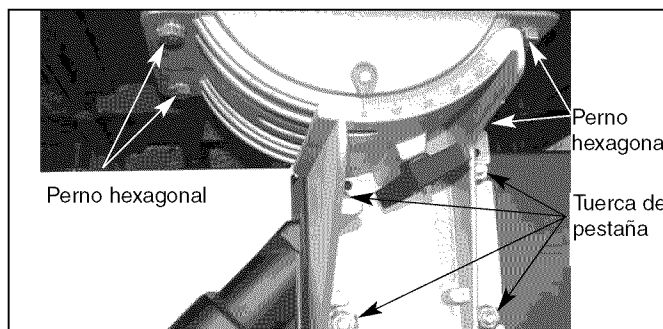

Figura 4 – Pernos Hexagonales para el Muñón
- Afloje los cuatro pernos hexagonales que fijan la mesa en el muñón superior de la misma (véase la Figura 4).